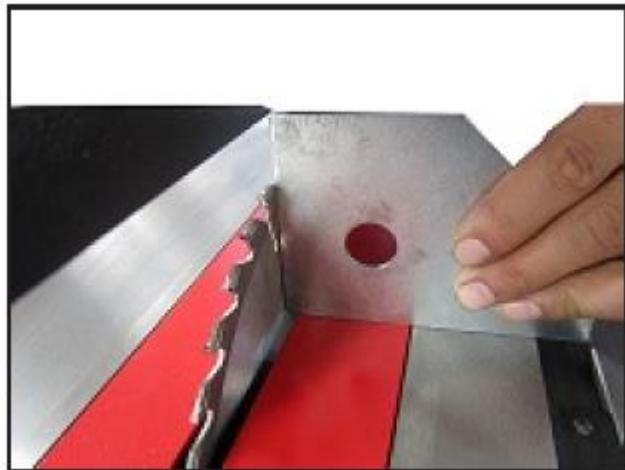

Рис. 26. Положение дисковой пилы под углом 90°
2. Установить дисковую пилу под углом 90° к столу, вращая против часовой стрелки маховичок наклона дисковой пилы, как показано на рис. 26.
3. Проверку положения дисковой пилы под 90° относительно поверхности стола проверить угольником, как показано на рис. 26.